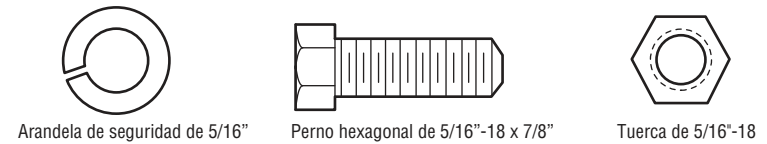
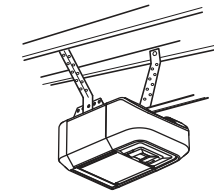

FIGURA 1
FIGURA 2
La manera de colgar el abrepuertas de garaje dependerá de su garaje. Se muestran dos instalaciones representativas. La suya puede ser diferente. Los soportes colgantes deben estar en ángulo (Figura 1) para ofrecer un apoyo rígido. En techos acabados (Figura 2), fije un soporte de metal sólido a los soportes estructurales antes de instalar el abrepuertas. Este soporte y el herraje de sujeción no se suministran.
- Taladre orificios de sujeción de 3/16". Fije el soporte de la puerta usando dos tornillos autorroscantes. (Figura 1)
- Como alternativa, use dos pernos de 5/16"-18x2", arandelas de seguridad y tuercas (no se suministran). (Figura 2)